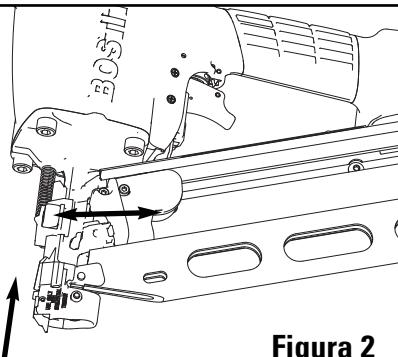

Figura 2
- Empuje el botón de seguro hacia adentro y deslice completamente el aditamento del conector de metal en la herramienta según se ilustra en la figura 2.